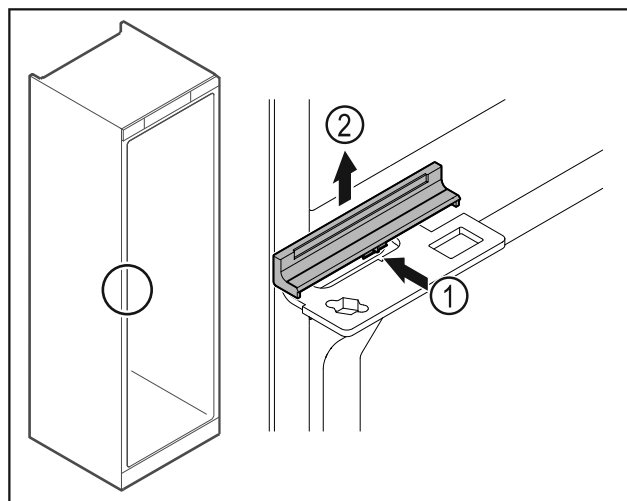

Fig. 48
- Afdekking Fig. 48 (1) in het midden iets indrukken en naar boven toe verwijderen Fig. 48 (2).